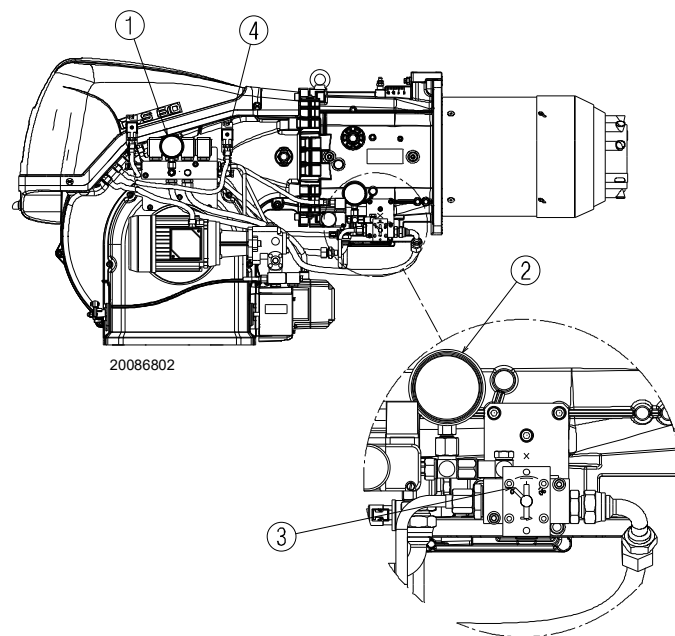

Fig. 25
El variador de presión (Fig. 25), permite variar la presión de retorno de la boquilla, en función del caudal requerido.
**Leyenda (Fig. 25)**